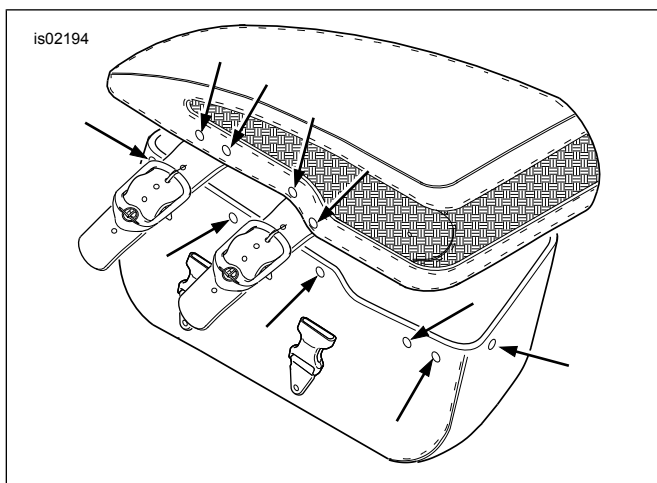

Figura 1. Posizioni dei rivetti nel coperchio e nella base della borsa
1. Vedere Figura 1. Utilizzando un trapano con punta da 3/16 di pollice, forare con attenzione i quattro rivetti che fissano le cinghie a fibbia al coperchio della borsa. Osservare la cinghia anteriore e quella posteriore e metterle da parte.
3. Vedere Figura 1. Utilizzando un trapano con punta da 1/8 di pollice, praticare con attenzione sei fori guida sul bordo della base della borsa, utilizzando la placca interna come modello.